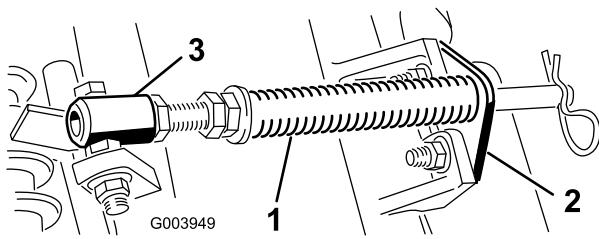

図 5
A. カッティングユニットのタブにロッド・ブラケットを固定しているキャリッジ・ボルト2本を外す（図 5）。
B. スプリング・チューブのボルトをキャリア・フレームのタブに固定しているフランジ・ナット（図 5）を外し、アセンブリを取り外す。